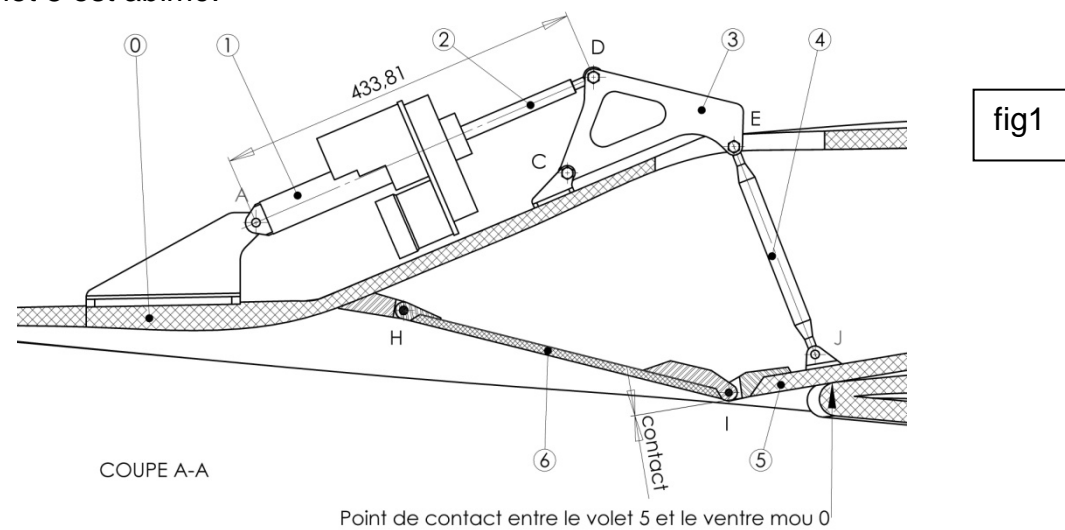

fig1
Q23 A partir des figures 1 et 2 précédentes, identifier la variation de la valeur (AD) et compléter le tableau.